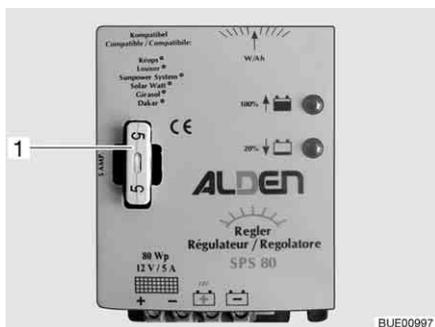

Fig. 120 Fusible del regulador de carga solar
- Cambiar el fusible (Fig. 120,1).